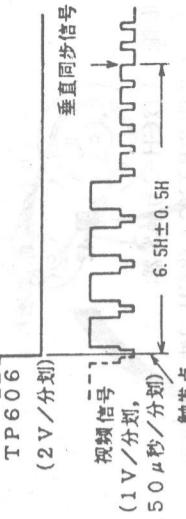

图 40
- 准备：① 监控电视接录像机 RF 输出；
② 彩条信号发生器接录像机 视频输入插孔；
③ 插入空的磁带；
④ 用本装置的静态进行记录彩条信号及放演。
- 步骤：① 设定示波器同步倾斜为“—”；
② 用 CH-2 为触发器，使垂直同步信号从 SW25Hz 脉冲的后沿(触发点)为 $6.5 \pm 0.5H$ ，如图 40 所示。
- (1) 记录彩色电平调整